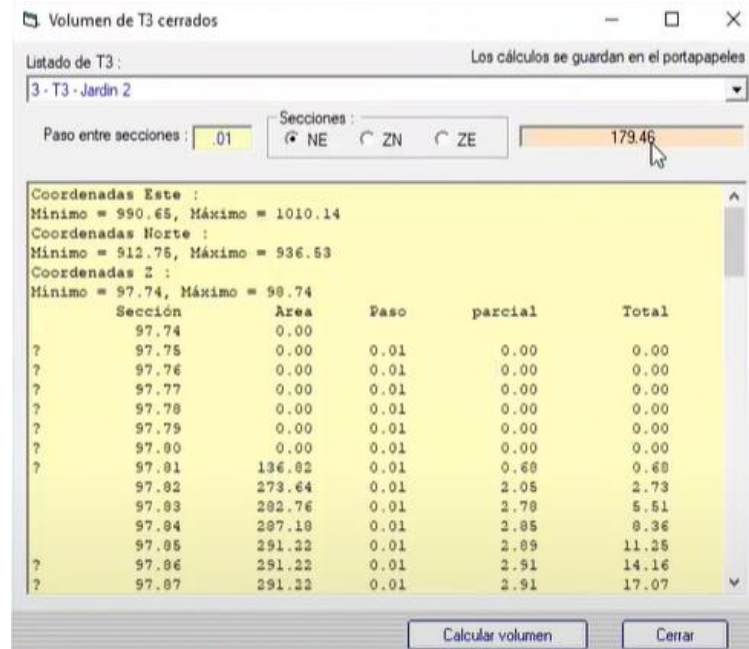

Figura 436. Volumen.
69. Esperar a que aparezca la ventana emergente y anotar el volumen calculado. Figura 436.